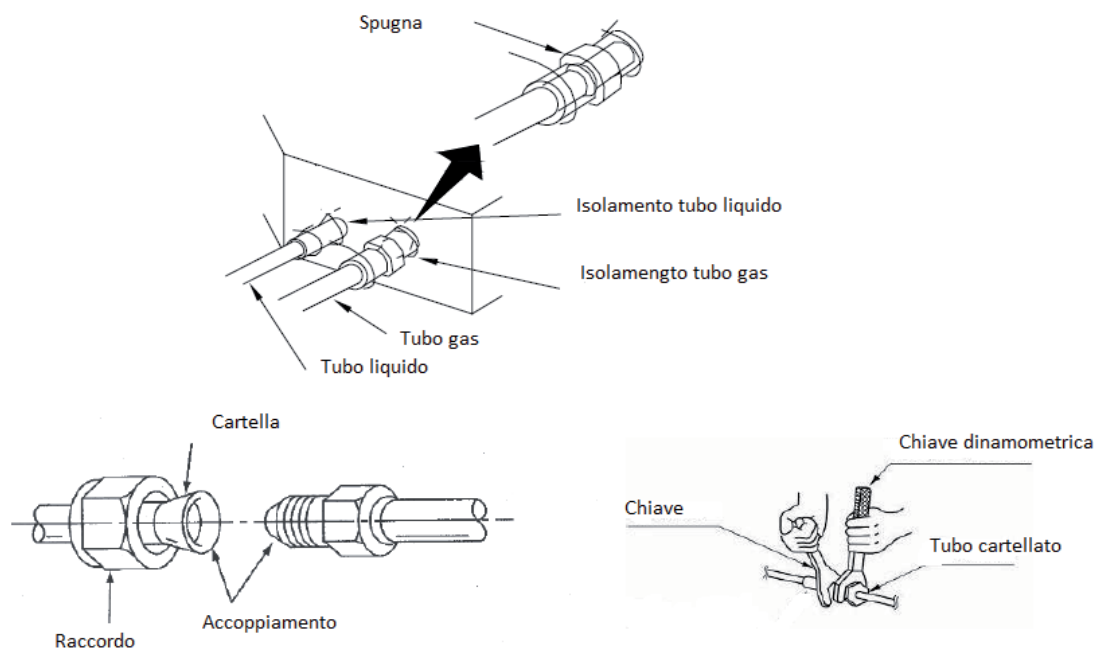

Fig.15
3. Quando si piega il tubo tagliare il rivestimento isolante termico con un cutter affilato come mostrato in Fig.15, e piegarlo dopo esposizione del tubo. Dopo la piegatura del tubo, assicuratevi di mettere il rivestimento isolante termico posteriore sul tubo, e fissarlo con del nastro adesivo.